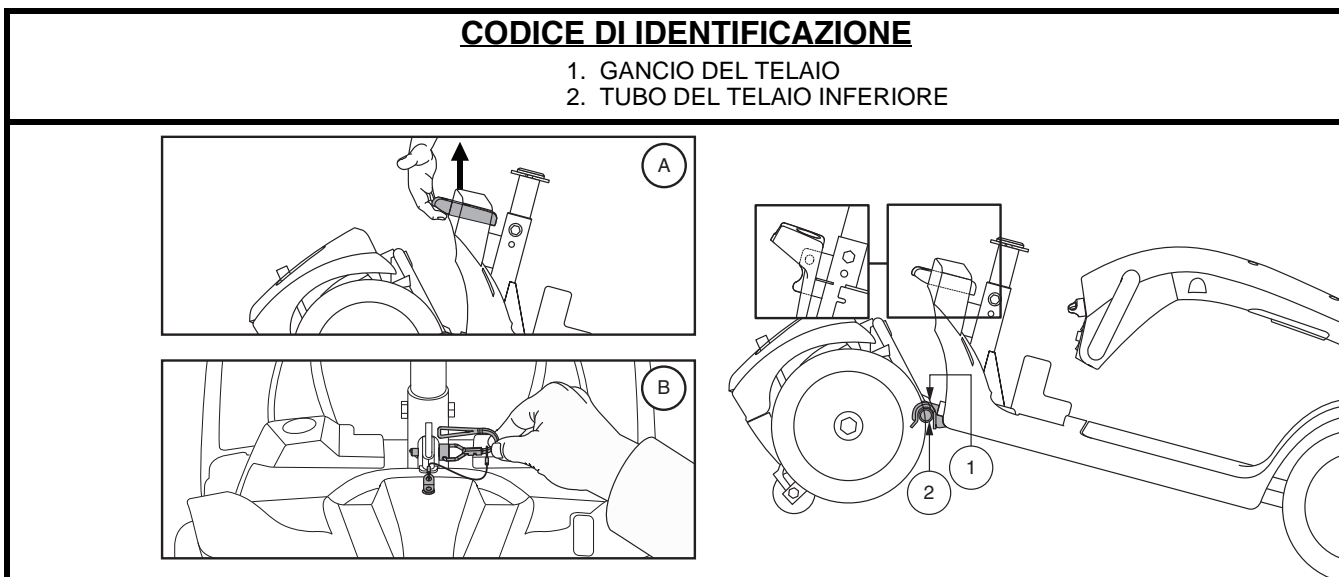

Figura 23. Leva di rilascio del telaio (Stile A) e Perni di chiusura del telaio (Stile B)
3. Rimuovere il perno di chiusura. (Solo modello 104.) **Vedere figura 23.**
1. Posizionare sezione posteriore e sezione anteriore dello scooter come da **figura 23**.
2. Usare la leva di rilascio del telaio (o il piantone del sedile per il modello 104) per sollevare la parte anteriore mentre si allineano i ganci del telaio della parte anteriore con il tubo del telaio inferiore della sezione posteriore. **Vedere figura 23.**